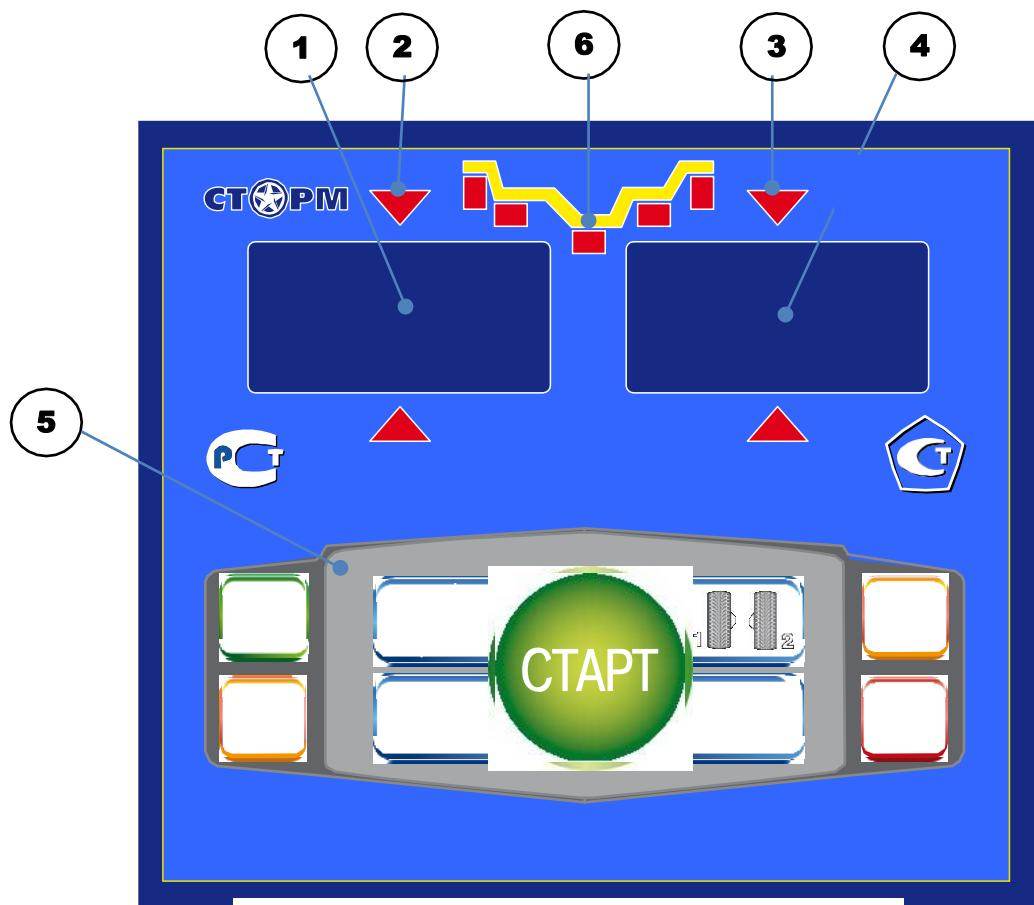

рис.8.1.
8.1. Общий вид лицевой панели показан на рис. 8.1.
При выдвижении штанги на индикаторах 1 (рис. 8.1) отображается значение параметра "A". Значение параметра "d" отображается на индикаторах 4.
Для ввода ширины нажмите кнопку "+" или "-" на индикаторах 1(рис.8.1) вы светится "-b-", а на индикаторах 4 значение ширины диска. Через 2-3 сек после установки ширины индикаторы в режим отображения текущего дисбаланса.
Дважды нажать кнопку "A, d, b", после чего на индикаторах 1 (рис.8.1) загорается символ "A", а на индикаторах 4 исходная величина дистанции. Нажимая кнопки "-" и "+" установить на индикаторах 4 требуемую величину дистанции. Через 2-3 сек после установки дистанции показания на индикаторах 1 и 4 возвращаются к отображению текущего дисбаланса, а кнопки "-" и "+" возвращаются в режим ввода ширины обода.
11.1. Переключение схем ALU1-ALU5 осуществляется последовательным нажатием кнопки "ALU" при этом схема установки грузов отображается загоранием соответствующих светодиодов 6 (рис.8.1), кроме того, на индикаторах 1 отображаются символы ALU, а на индикаторах 4 номер 1-5. Через 2-3 сек. после установки требуемой программы ALU индикаторы 1-4 переходят в режим отображения дисбаланса.
Эта функция обеспечивается тем, что каждый раз при вводе новых геометрических параметров и установке требуемой программы ALU, предыдущее состояние запоминается. Для перехода от одного набора параметров к другому необходимо нажать кнопку "1-2". Визуальный контроль того, какие параметры установлены в данный момент, осуществляется нажатием "A, d, b" на индикаторах 4 (рис.8.1) будут последовательно отображены, установленные в данный момент диаметр и ширина обода и дистанция.
14.1. При включении тумблера питания СБ на индикаторах 1 (рис. 8.1) высвечивается трёхзначное число -номер версии программного обеспечения. Через 2-3 сек на индикаторах 1 и 4 должны загореться нули, кроме того должны загореться светодиоды 6, что свидетельствует о включении режима стандартной балансировки с установкой на обеих плоскостях коррекции грузиков на пружинках. На светодиодах 2 и 3 (рис. 8.1) должны загореться оба светодиода.
14.2. При включении СБ программа измерения дисбаланса настраивается таким образом, что дисбаланс менее 8 г (заводская установка) на любой плоскости коррекции не показывается, в этом случае на индикаторах 1 и 4 (рис. 8.1) высвечиваются "0". Минимальный дисбаланс отображающийся на индикаторах 1 и 4 равен 8г. Дисбаланс, превышающий 8г, округляется до величины кратной 5, т. е. дисбаланс 9, 10, 11 и 12 г отображается цифрой 10, дисбаланс 13, 14, 15, 16 и 17 г - цифрой 15 и т. д. Для просмотра неокруглённого значения дисбаланса или дисбаланса менее 8г. необходимо нажать кнопку "<", при этом на индикаторах 1 и 4 на 2-3 сек высвечиваются фактические значения дисбаланса, определённые в данном запуске.
14.5.1. Поднимите защитный кожух. Вручную поворачивайте колесо в направлении, которое показывают светодиоды 2 и 3 (рис. 8.1.) до тех пор, пока не загорятся оба светодиода и начнут мигать вместе с значением массы корректирующих грузов.